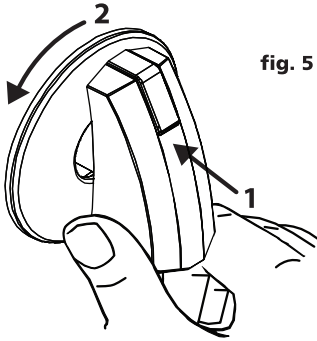

fig. 5
Las perillas de su estufa a gas junto con las válvulas son de concepción moderna, y tienen una traba de seguridad para no moverlas inadvertidamente. Si se desea encender los quemadores de la cubierta, se presionan (1) las perillas y giran en sentido anti-horario (2), llevándolos a la posición deseada. (fig. 5)